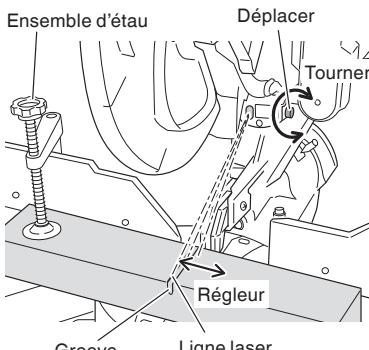

Fig. 19
(1) Allumer le marqueur laser et marquer une rainure de $3/16"$ (5 mm) environ de profondeur sur la pièce qui a une hauteur de $25/32"$ (20 mm) et une largeur de $5-29/32"$ (150 mm). Maintenir la pièce rainurée dans un étau telle qu'elle est et ne pas la déplacer. Pour réaliser la rainure, se reporter à "13. Procédures de coupe d'encoche, page 76.
(2) Cela fait, tourner le régulateur et décaler la ligne laser. (Quand on tourne le régulateur dans le sens des aiguilles d'une montre, la ligne laser se décale vers la droite et quand on tourne le régulateur dans le sens contraire des aiguilles d'une montre, la ligne laser se décale vers la gauche.) Si on travaille avec la ligne tracée à l'encre sur le côté gauche de la lame de scie, il faut aligner la ligne laser avec le côté gauche de la rainure. (Fig. 19) Si on travaille avec la ligne tracée à l'encre sur le côté droit de la lame de scie, il faut aligner la ligne laser avec le côté gauche de la rainure.